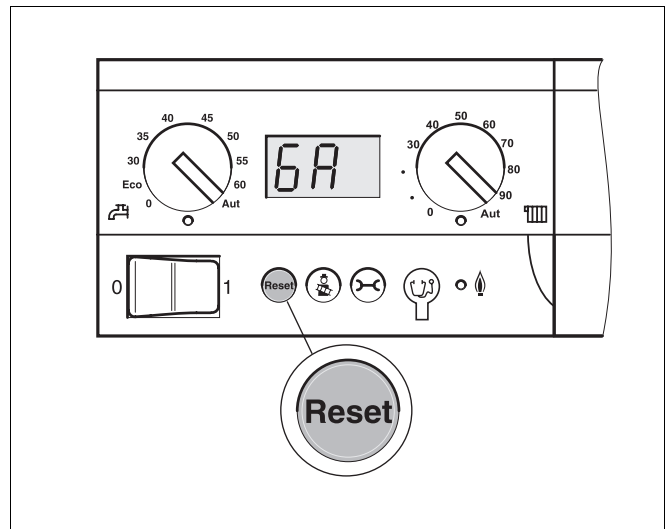

Abb. 10 Störung mit Taste „Reset“ zurücksetzen
- Drücken Sie die Taste „Reset“ (Abb. 10) für etwa 5 Sekunden, um die Störung zurückzusetzen.